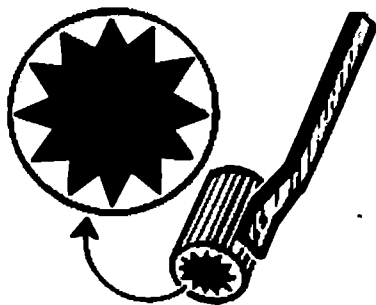

Рис. 39. Плодосъемник для вишен и слив
**Плодосъемник для вишен и слив** (рис. 39) представляет собой консервную банку диаметром 10 см, в верхней крышке которой нарезаны зубцы. Банка прикреплена болтиком к алюминиевой трубке. Съёмник подводят под ягоду и разрезом захватывают плодоножку. Легкое движение — и ягода в банке.